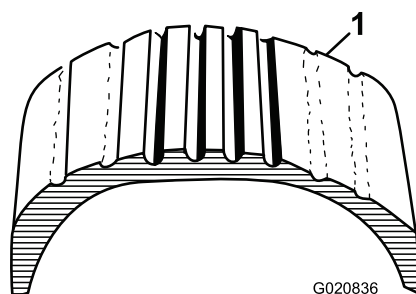
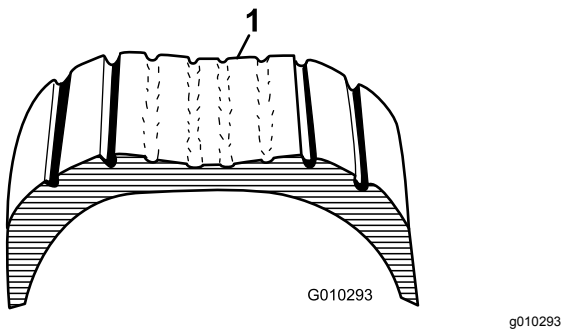

Figura 31
Figura 32
1. Vérifiez visuellement l'état et l'usure des pneus (Figura 31 et Figura 32).